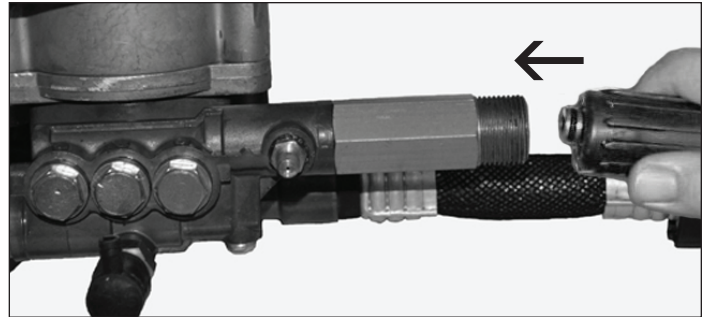

Figura 7 - Conecte la manguera de alta presión a la bomba
4. Conecte la manguera de alta presión a la salida de la bomba (Ver Figura 7).